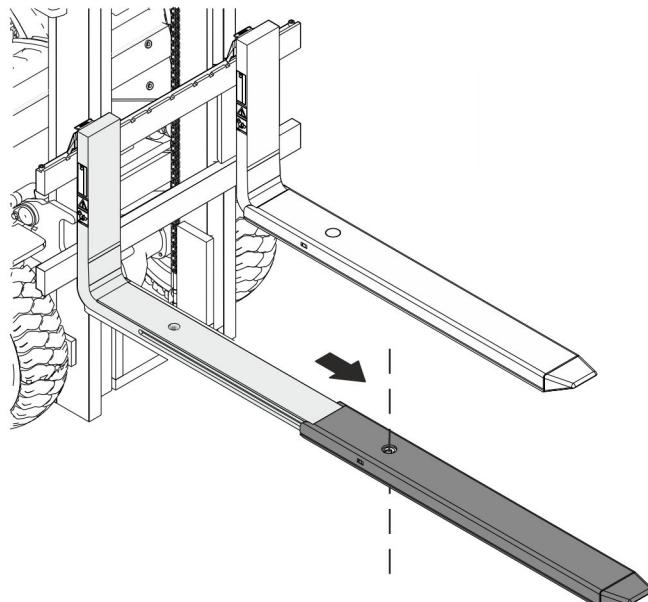

Abb. 12: G2 TeleskopGabelzinke ausziehen
5. → Bohrungen in Aufsteckschuh und Grundgabelzinke in Flucht bringen (Abb. 12).